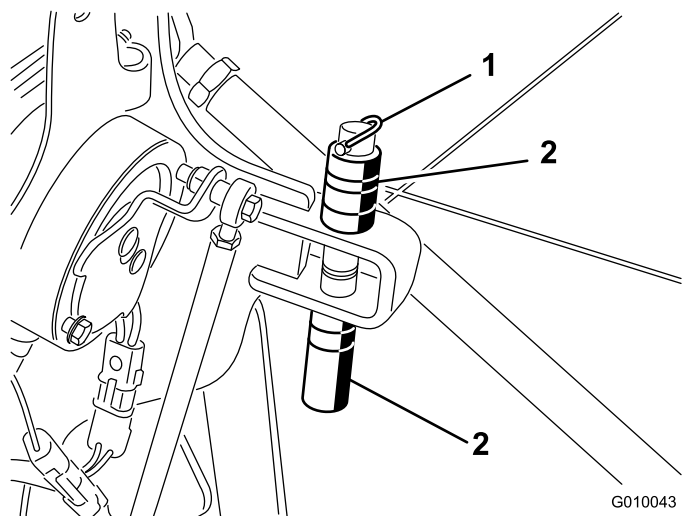

Bild 22
2. Entfernen Sie den Klappstecker, mit dem die Distanzstücke und die Tiefenstifte befestigt sind (**Bild 22**).